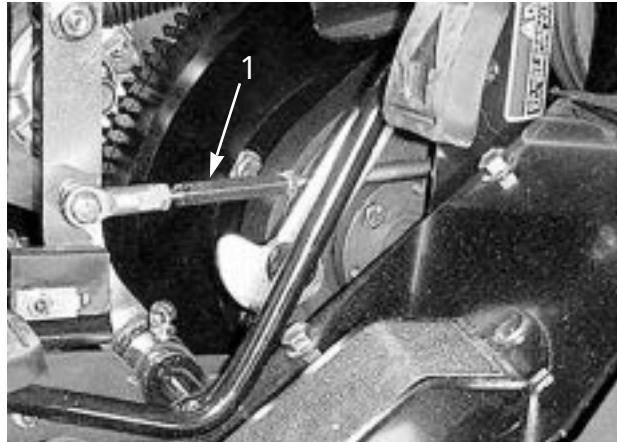

図60
- 走行ロッド・バレル（図60）両端のジャムナットをゆるめる。